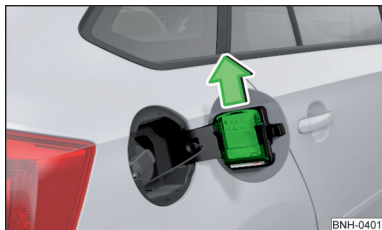

Fig. 233
- Abrir la tapa del depósito de combustible y retirar el rascacristales en el sentido de la flecha » fig. 233.